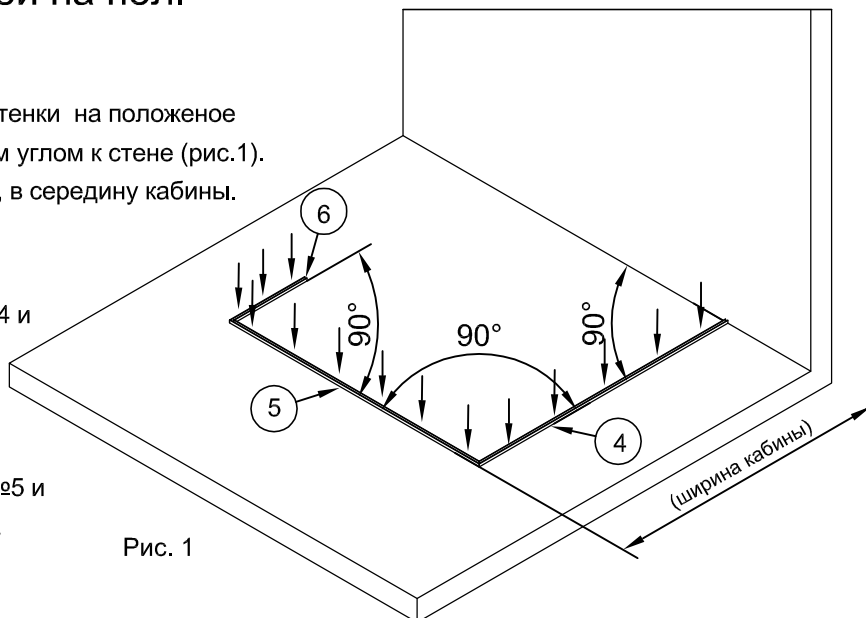

Рис. 1
1.1. Установить профиль №4 правой боковой стенки на положенное место на пол прямоугольным торцом под прямым углом к стене (рис.1). Другой торец профиля, обрезанный под углом  $45^\circ$ , в середину кабины.
1.2. Установить на пол профиль №5 под прямым углом к профилю №4. Торцы профилей №4 и №5, обрезанные под углами  $45^\circ$ , должны совпадать (рис.1).
1.3. Установить на пол профиль №6 под прямым углом к профилю №5. Торцы профилей №5 и №6, обрезанные под углами  $45^\circ$ , должны совпадать (рис.1).
1.4. Карандашом или фломастером проведите разметку мест сверления отверстий под дюбели, используя отверстия в профилях для их крепления (рис. 1).